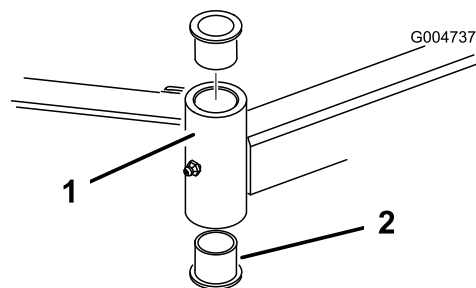

Figura 25
4. Introduza um punção para cavilhas na zona superior ou inferior do tubo de montagem e retire o casquilho para fora do tubo (**Figura 25**). Retire igualmente o outro casquilho do tubo. Limpe o interior dos tubos para remover a sujidade.